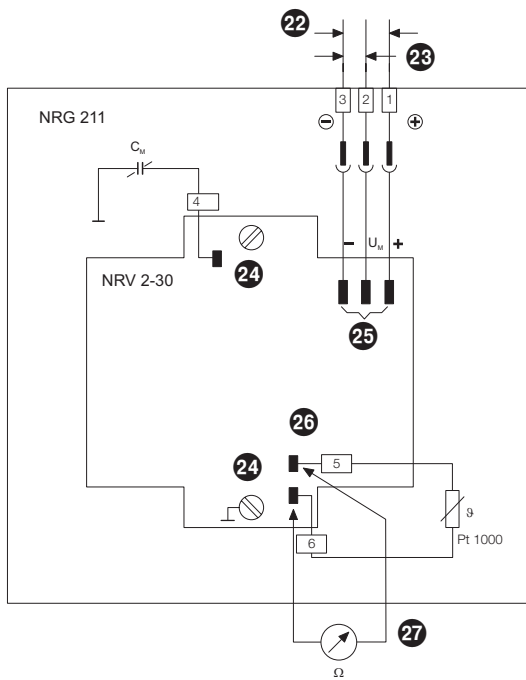

Fig. 5
Schließen Sie die Abschirmung nur einmal am Niveauschalter NRS 2-4 an. Belegen Sie die Klemmleiste gemäß dem Anschlußplan. **Fig. 5**
5. Im Kontakteinsatz 21 Anschlussklemmen gemäß **Fig. 5** belegen.
Bitte prüfen Sie, ob die Niveauelektrode gemäß dem Anschlussplan angeschlossen ist (**Fig. 5**) und schalten Sie die Versorgungsspannung des Niveauschalters NRS 2-4 ein.
Prüfen Sie die Versorgungs- und Messspannungen der Niveauelektrode. Die Spannungen können an der Niveauelektrode oder am Niveauschalter gemessen werden. **Fig. 5**
- Verbindungsleitung zum Temperaturfühler 26 abziehen und Widerstandsmessgerät anschließen 27. **Fig. 5**
- Befestigungsschrauben **24** herausdrehen und Elektronikmodul herausnehmen. **Fig. 5**